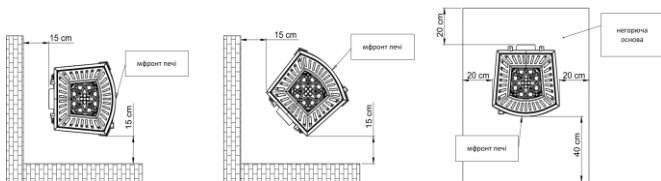

рис. 3. Безпечна відстань від печі до негорючих частин
- встановити її на негорючій основі, яка розмірами більша за піч мін. на 0,4 м від передньої частини печі і мін. 0,2 м, від бокових частин і ззаду печі (див. рис. 3),
- рекомендована відстань від негорючих частин - не менше 15 см (рис. 3). Після завершення монтажу пристрою димохідну систему повинна прийняти пожежна служба